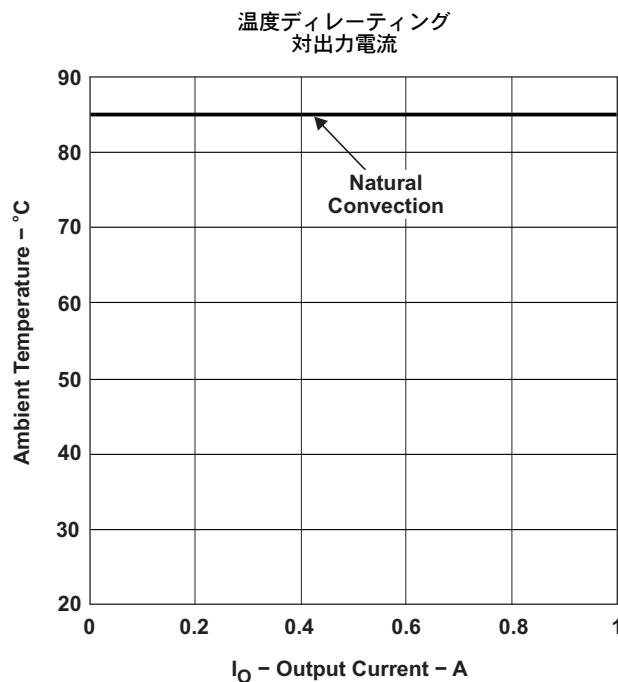

図 12.
- (6) 温度ディレーティング曲線は、内部コンポーネントがメーカーの指定した最大動作温度以下になる条件を表します。ディレーティング制限は、2オンス (56.69 グラム) の銅を使用した、100mm × 100mm の両面PCBに直接半田付けされたモジュールに対して適用されています。表面実装パッケージの場合は、電源ピンの周辺に放熱用の複数のビア (メッキされたスルーホール) が必要です。詳細については、メカニカル・データを参照してください。図 12 に対して適用されます。